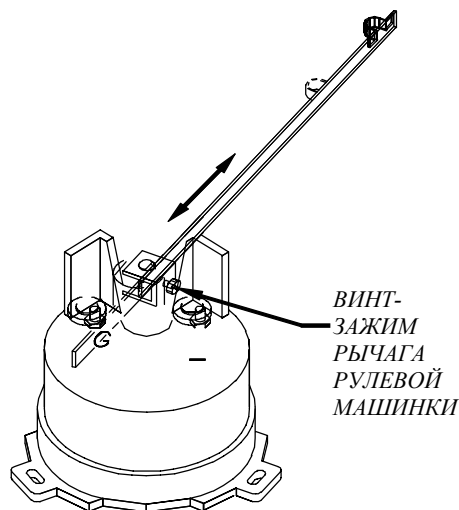

Рис. 3
3.) Переключаемое место крепления тяги к рулевому механизму и переменная длина рычага рулевой машинки помогут подобрать место установки, чтобы не превысить указанный предельный ход. Регулировка рычага машинки показана на рис. 3.